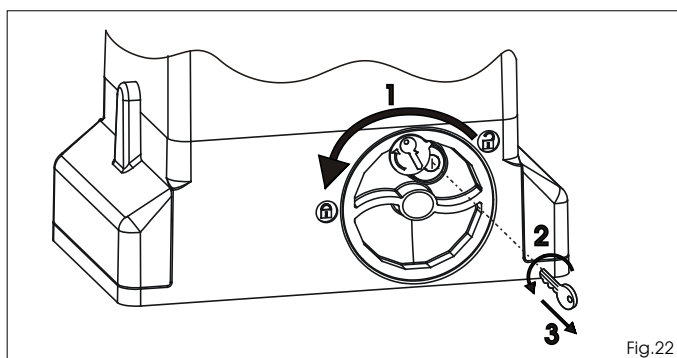

Fig. 22
- 1) Ruotare il sistema di sblocco in senso antiorario sino al suo arresto, Fig.22 rif.1.
- 2) Ruotare la chiave in senso antiorario ed estrarla dalla serratura, Fig.22 rif. 2 e 3.